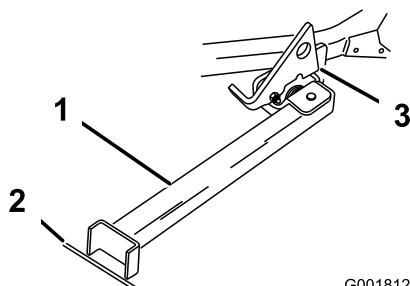

Figura 33
3. Alzate il dispositivo di chiusura. Portate il piede del supporto sul davanti e spostate il supporto verso la macchina, nell'intaglio inferiore (Figura 32e Figura 33).
4. Mettete a terra il piede del supporto ed appoggiate il dispositivo di chiusura sull'aletta orientabile (Figura 33).
Nota: Per ottenere risultati ottimali, appoggiate il piede del supporto nelle fessure del marciapiede o nel tappeto erboso (Figura 33).
6. Guidate sul supporto. Fermatevi quando il dispositivo di chiusura cade sull'aletta e si chiude (Figura 33). Una volta sul supporto, innestate il freno di stazionamento e spegnete il motore.